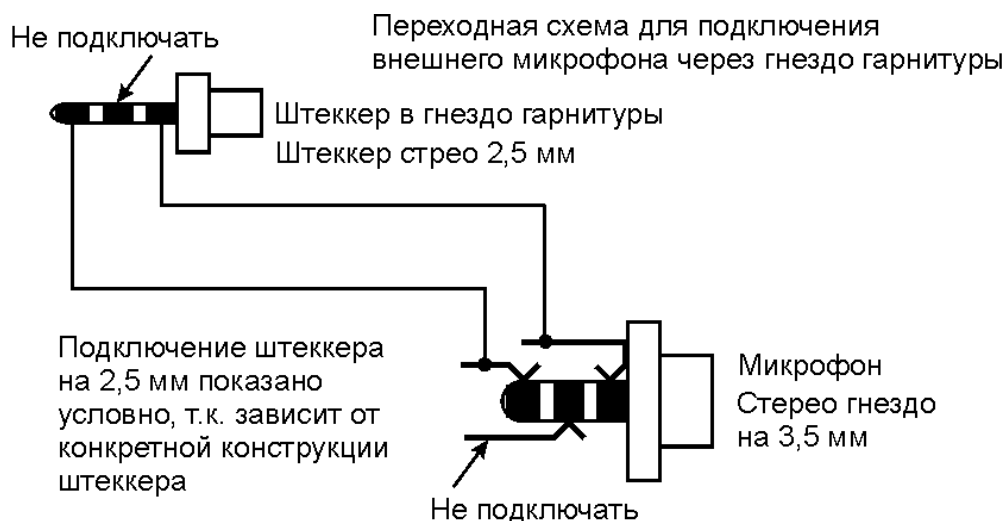

Рисунок 3
- внешний микрофон (рисунок 3),